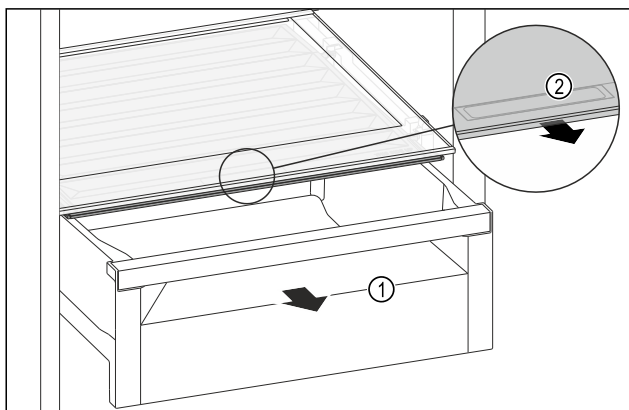

Fig. 175
- Izvucite ladicu Fig. 175 (1).
- Primite ručku Fig. 175 (2) na poklopcu pretinca i istodobno povucite poklopac pretinca prema naprijed.